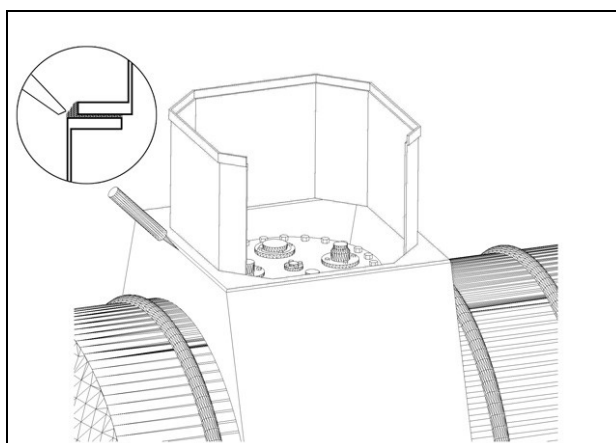

Figura 18 Sigillatura
- Sigillatura: Aggiungere l'adesivo (come in Figura 18) in modo da riempire lo spazio tra pozzetto e semicollare. Ripetere questa operazione per due volte.